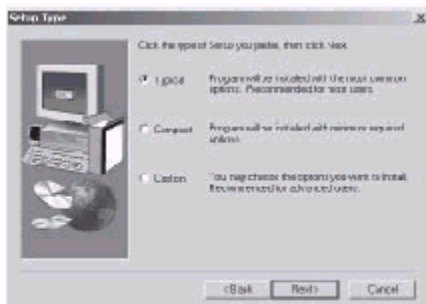

Fig. 2-5 Pantalla de Instalación 5
Paso 4. Una vez seleccionado el directorio de destino para la instalación, haga clic en **Next** para continuar en la Fig. 2-5.